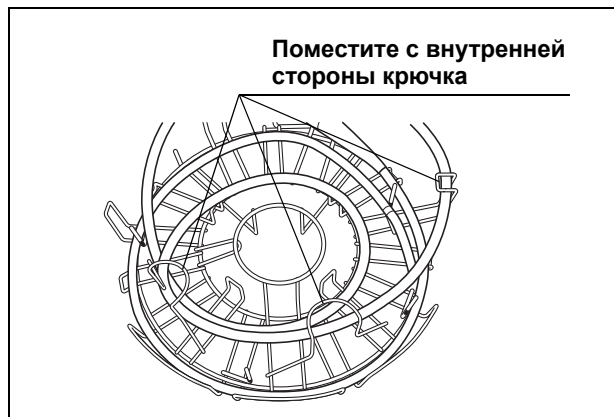

Рис. 4.21
4. Обмотайте универсальный шнур против часовой стрелки вокруг внутренней секции держателя, поместив его под крючки, чтобы он не смещался вверх (см. Рис. 4.21). Если к эндоскопу присоединен ID ярлык, переместите ID ярлык к разъему эндоскопа. Размотайте ленту ярлыка с ID, если она закручена.
5. Исправьте положение вводимой трубки и универсального шнура, чтобы перекрытие было минимальным. Отрегулируйте также положение дистального конца вводимой трубки вращением ручек (рычагов) управления изгибом на блоке управления. Снова удостоверьтесь в том, что универсальный шнур находится внутри крюка (см. Рис. 4.21).